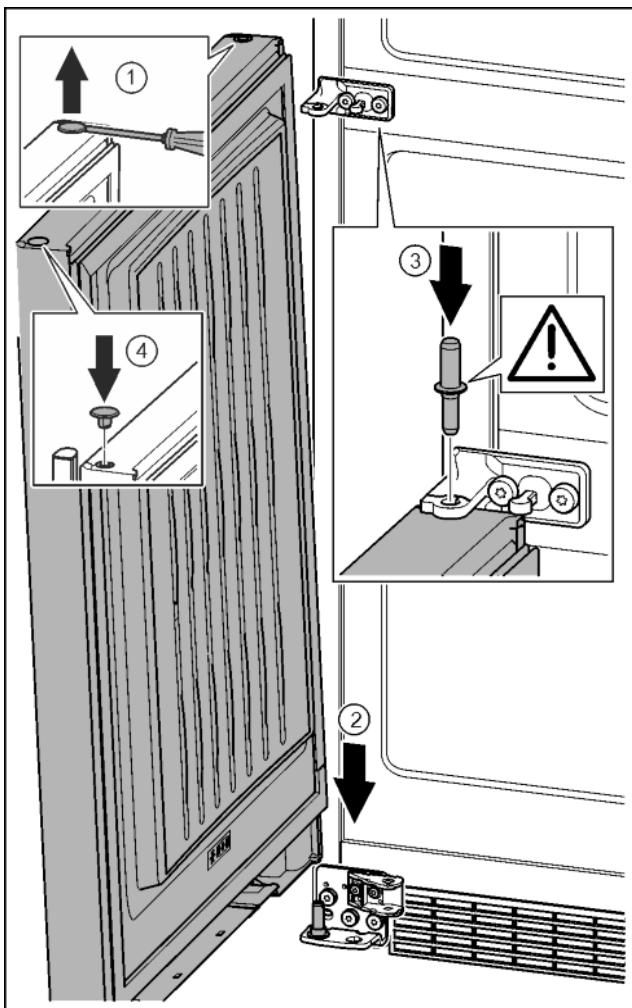

Fig. 36
- Осторожно приподнять шлицевой отверткой заглушку и извлечь ее. Fig. 36 (1)
- Установить дверь сверху на нижний опорный палец. Fig. 36 (2)
- Вставить средний опорный палец через средний опорный кронштейн в нижнюю дверь. При этом следить за тем, чтобы выступ фиксатора был направлен назад. Fig. 36 (3)
- Заглушку снова вставить с другой стороны. Fig. 36 (4)